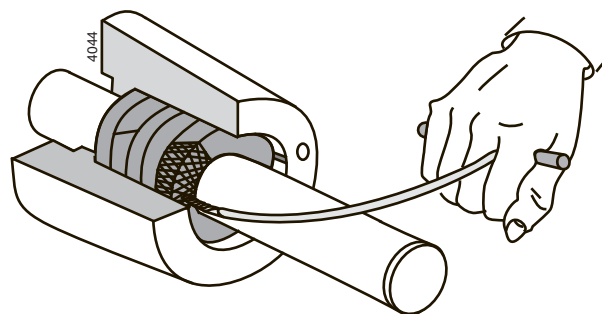

Abbildung 3: Herausnehmen Stopfbuchspackungsrings.
- 3 Die Dichtungsringe werden aus der Dichtungskammer herausgenommen. Dafür wird ein spezieller Dichtungszieher benutzt, siehe Abbildung 3.